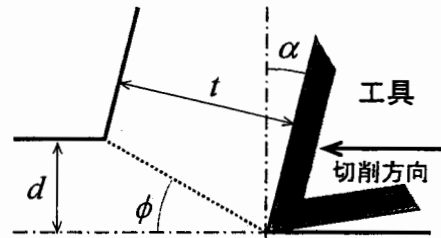

図 1-1 2 次元切削モデル
(1) 図 1-1 に示す 2 次元切削モデルについて次の問いに答えよ。